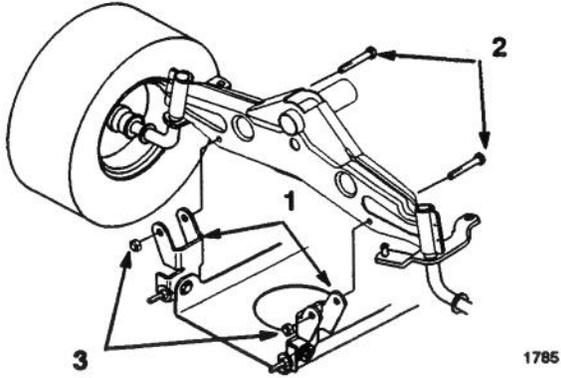

Figure 40
- 8. Déposer les boulons et les écrous de blocage et retirer les deux supports de pivots de la tondeuse de l'essieu avant (Fig. 40).